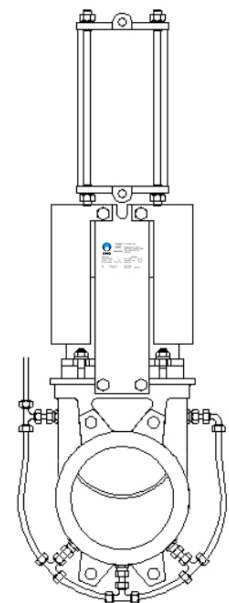

Fig.8
- Insufflations dans le corps (fig. 8)